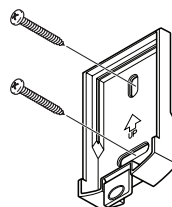

Figura 3
2. Coloque la placa de montaje contra la superficie de montaje y asegúrese de que la placa de montaje esté nivelada. Marque los sitios para los orificios (vea la Figura 3).